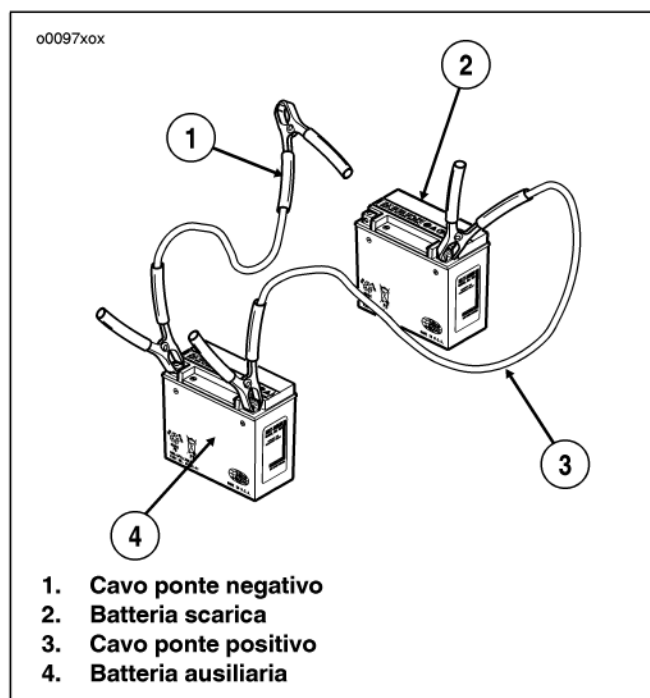

Figura 66. Collegamento dei cavi ponte
2. Vedere la Figura 66. Collegare un'estremità del cavo ponte al morsetto positivo (+) della batteria SCARICA.